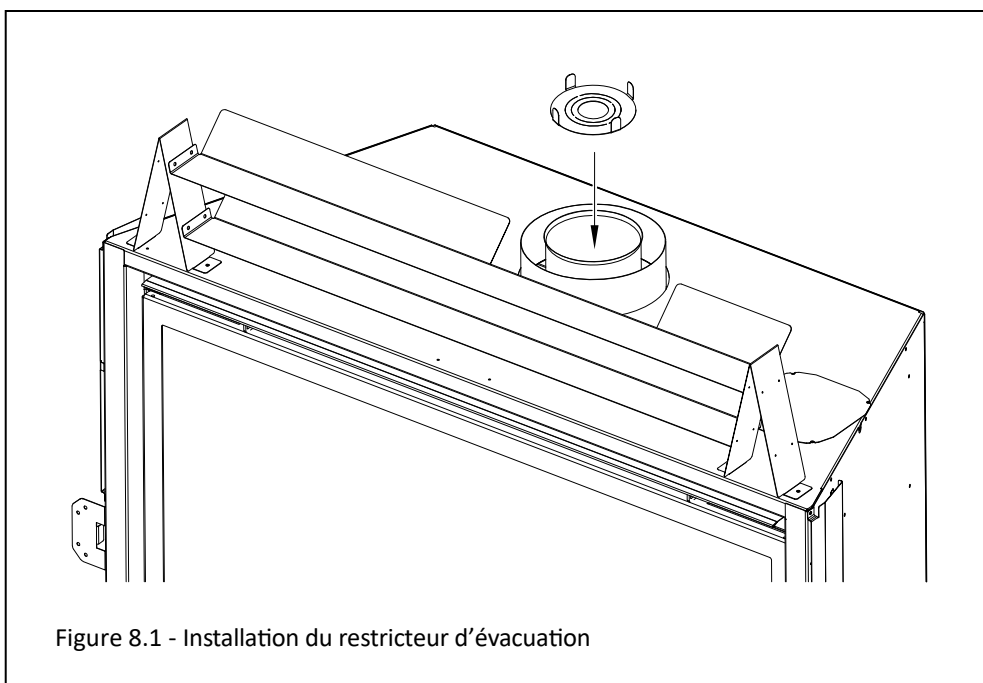

Figure 8.1 - Installation du restricteur d'évacuation
- L'écran thermique de conduit d'évacuation (fourni) doit être installé pour toute configuration du conduit d'évacuation. Voir la Figure 8.1. Dans cette figure, l'écran thermique de la bordure de dégagement supérieure est partiellement coupé, pour mieux montrer l'écran thermique du conduit d'évacuation.